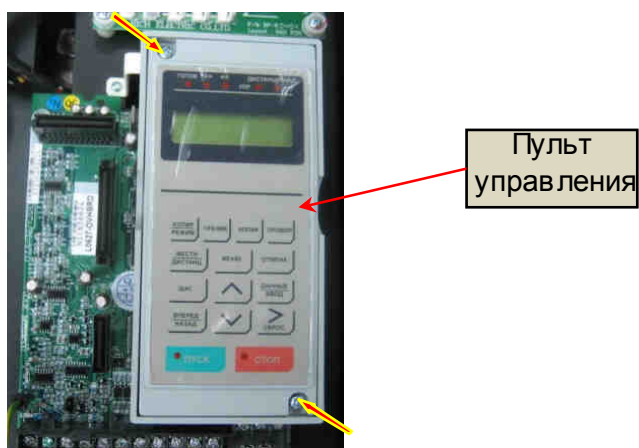

Рис. 7.39.
7.18.3. Установить пульт управления в поддон и закрепить двумя винтами (рис. 7.39).